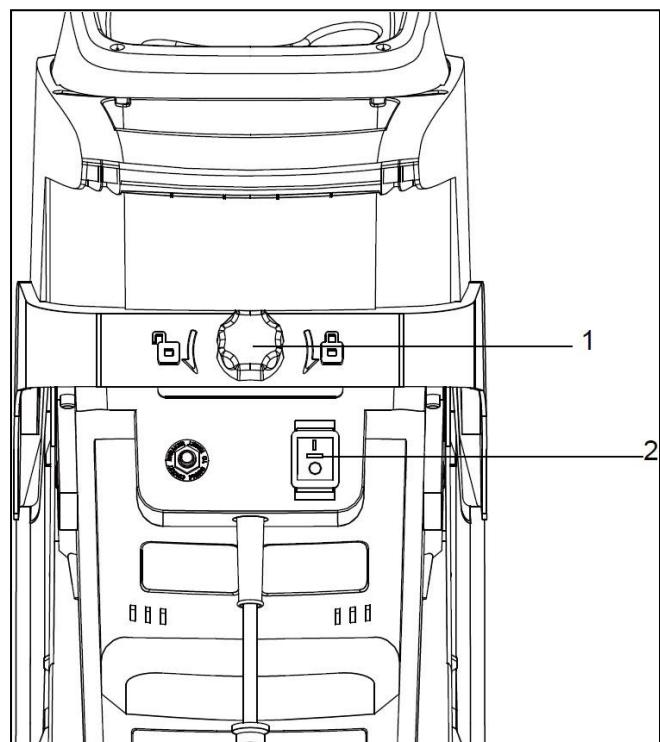
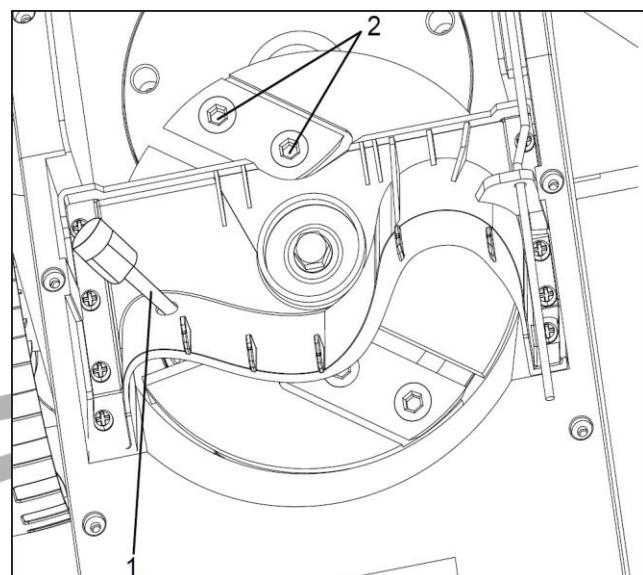

Fig. 4
Fig. 5
2. Vérifiez que la trémie est vide. Fermez hermétiquement la trémie en tournant le bouton de verrouillage de la trémie (Fig 4 - 1) dans le sens des aiguilles d'une montre. La déchiqueteuse ne fonctionnera pas si la trémie est ouverte ou n'est pas complètement fermée.
4. Connectez le broyeur à une source d'alimentation et mettez l'interrupteur d'alimentation en position ON (Fig. 4 - 2).
6. Introduisez lentement la matière à broyer dans la trémie par la goulotte d'alimentation (Fig. 5). Tenez les branches à une distance sûre de la goulotte d'alimentation jusqu'à ce qu'elles soient automatiquement aspirées dans le broyeur.
1. Pour redémarrer le broyeur, appuyez d'abord sur le bouton de réinitialisation (Fig. 4 - 1). Mettez ensuite l'interrupteur d'alimentation en position de marche.
- Dévissez complètement le bouton de verrouillage de la trémie (Fig. 4 - 1) jusqu'à ce qu'il ressorte. Ouvrez la trémie pour accéder à la tête de coupe (Fig. 5).
- Faites tourner la tête de coupe de manière à ce qu'elle apparaisse comme indiqué sur la Fig. 5. Pour empêcher la tête de coupe de tourner pendant le changement de lame, insérez une tige dans l'orifice de protection de la lame (Fig. 5 - 1) et la fente de la tête de coupe.
- Chaque lame est fixée par deux boulons hexagonaux (Fig. 5 - 2). Retirez la lame du bord intérieur de la protection de la lame où les deux boulons hexagonaux sont accessibles.